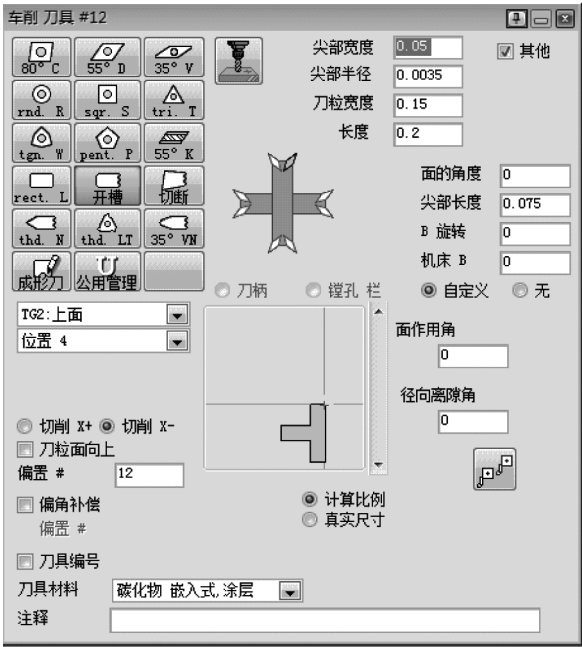
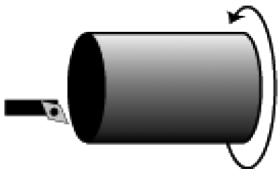

图 5-30 车削刀具#12
图 5-31 刀具方向
14) 创建车削刀具#12，如图 5-30 所示。此刀具将对外径切槽。其设置与车削刀具#10 相同，如图 5-31 所示。